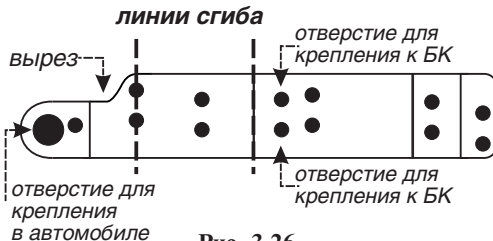

Рис. 3.26
5. Бортовой компьютер устанавливается на кронштейнах. Кронштейн, внешний вид которого приведен на рис. 3.26, представляет собой металлическую пластину.
6. Согните пластины по линиям сгиба, рис. 3.26, так, как показано на рисунке 2.27. Учитывайте, что кронштейны будут устанавливаться один с правой, другой с левой стороны, сгибайте их в противоположные стороны (зеркально).